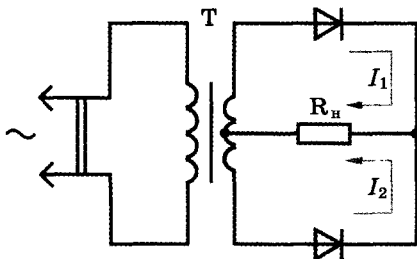
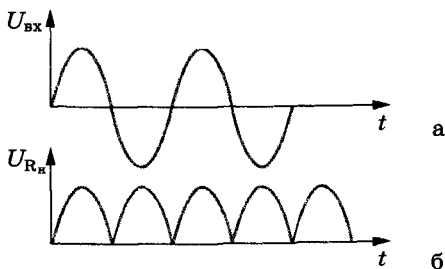

Рис. 98
Рис. 99
**Двухполупериодный выпрямитель** (рис. 98) выпрямляет оба полупериода переменного напряжения. На нагрузке  $R_n$  (рис. 99, а) ток протекает без пауз, частота пульсации равна 100 Гц, а постоянная составляющая тока на нагрузке достигает 64% от амплитудного. Когда на конце одной обмотки (точнее, одной секции) «плюс» относительно средней точки вторичной обмотки трансформатора, а на конце другой «минус» — один диод открыт, а другой — закрыт. Когда во время следующего полупериода
напряжения полярность во вторичной обмотке меняется, то первый диод закрывается, а второй — открывается (рис. 99, б).